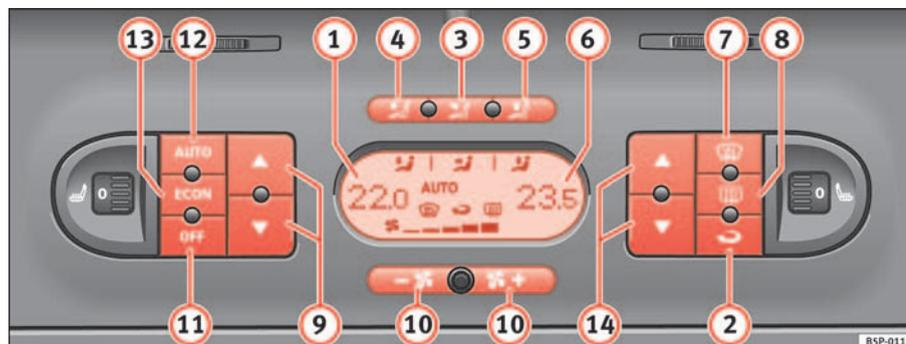

Fig. 126 Sulla plancia portastrumenti: i comandi del Climatronic 2C
- Premere i tasti di regolazione della temperatura ⇒ pag. 155, fig. 126 9 o 14 per regolare rispettivamente la temperature della zona sinistra o della zona destra dell'abitacolo.
- Premere il tasto ⇒ pag. 155, fig. 126. Compare “AUTO” sul display.